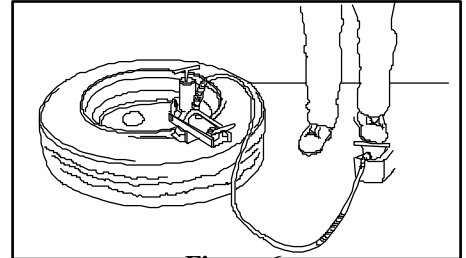

Figura 6
4. Aléjese del desmontador de llantas. (Vea la Figura 6.)